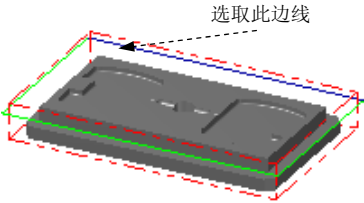

图 20.7 选取边线
(2) 设置加工边界。在 **边界范围** 区域中单击  按钮，系统弹出“串连选项”对话框。在图形区中选取图 20.7 所绘制的边线（效果如图 20.8 所示），然后单击  按钮，系统返回至“刀具路径的曲面选取”对话框。